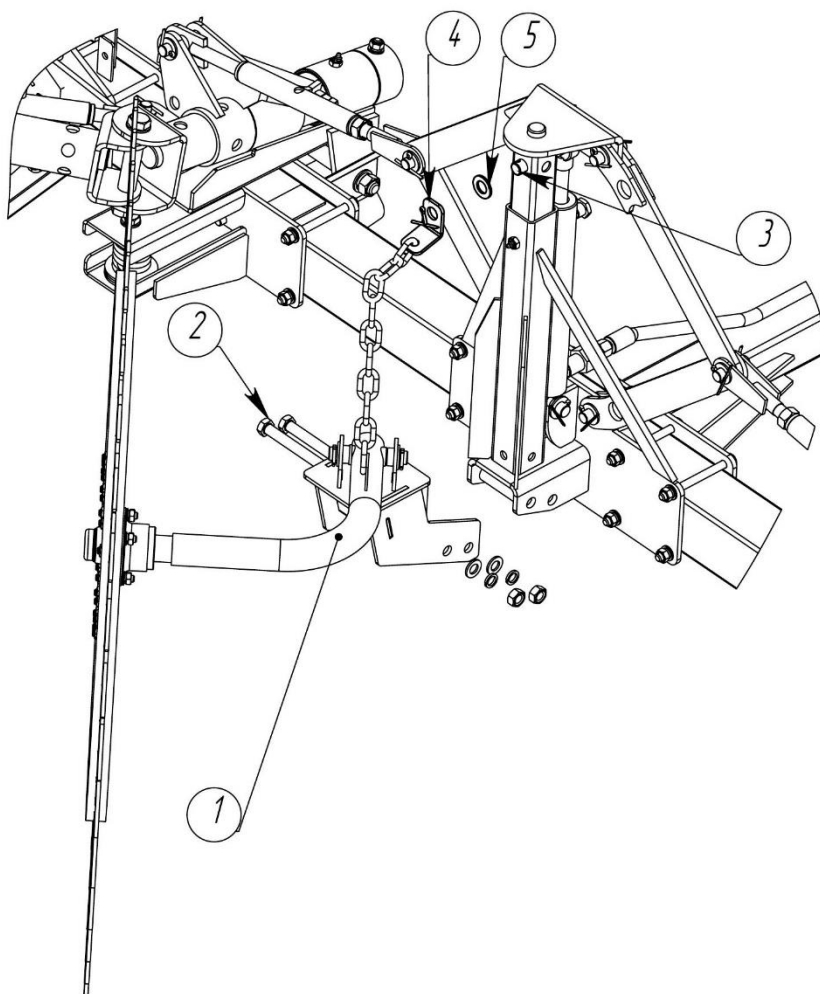

Рис.12 – Установка среднего рабочего колеса
Для установки комплекта среднего рабочего колеса (1) разберите болтовое соединение (2) совместив посадочные места с посадочными местами на механизме подъема соберите болтовое соединение (2) в обратном порядке (Рисунок 12). Расшплинтуйте палец (3) механизма подъема, замените шайбу (5) на уголок с цепью (4), зашплинтуйте палец (3) механизма подъема (Рисунок 12).